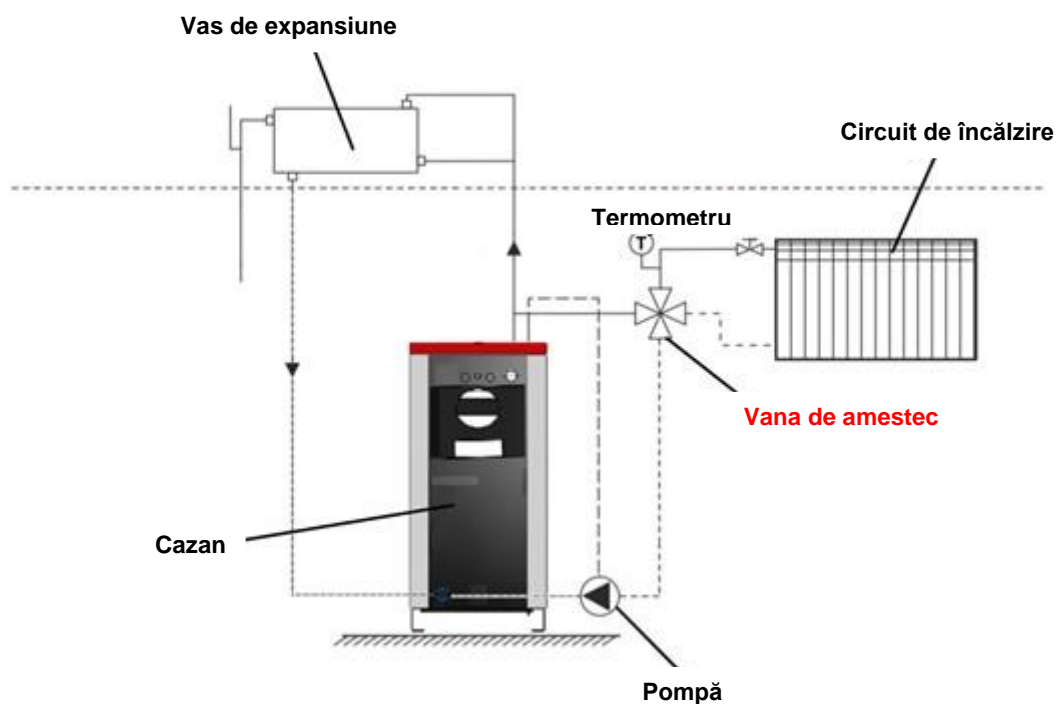

Figura 9. Schema de montare a cazanului la un sistem deschis de încălzire
Când cazanul este montat într-un sistem deschis de încălzire centrală se recomandă ca sistemul să fie realizat în conformitate cu figura 9. În orice sistem deschis de încălzire centrală trebuie montat un vas de expansiune la 0,5 m deasupra elementului de încălzire care este amplasat la cea mai mare înălțime. Dacă vasul de expansiune se află într-o zonă care nu este încălzită, acesta trebuie izolat termic. Pompa din sistem poate fi instalată pe returul cazanului sau pe conducta de retur a acestuia.
Dacă sistemul este proiectat în conformitate cu figura 9, reglarea temperaturii în încăpere este realizată de către o supapă manuală de amestecare cu 4 căi.
- unui echipament ca în figura 9 în cazul în care cazanul este instalat într-un sistem deschis de încălzire.
5. Închideți grilajul (Figura 9) și ușa de jos a cazanului,